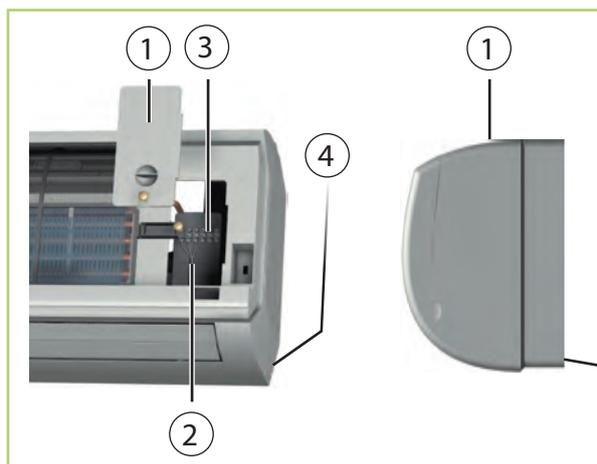

Abb. 23: Anschluss des Innengerätes
2. ➤ Lösen Sie die Abdeckungen auf der rechten Seite (Abb. 23).
4. ➤ Klemmen Sie die bauseits verlegte Steuerleitung an den Klemmen an (Abb. 23).